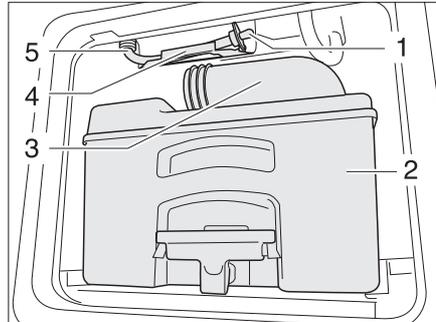

Bild 269 Ablaufschlauch Wassertank Toilette
- Kassette (Bild 269,2) an einer dafür zugelassenen Entsorgungsstelle entleeren und reinigen.
- Den Entleerungsstutzen (Bild 269,3) offen lassen.
- Ablaufschlauch (Bild 269,5) aus der Halterung (Bild 269,4) nehmen.
- Den Ablaufstößel (Bild 269,1) entfernen und Restwasser ausfließen lassen.